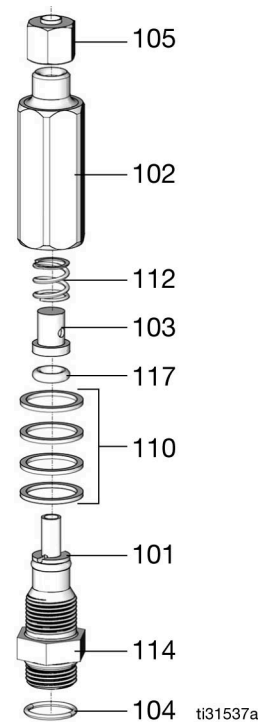

FIG. 43
Los inyectores de grasa sirven para proporcionar una lubricación precisa a cada punto de engrase del sistema. Si un inyector no produce la cantidad correcta de lubricante para una ubicación específica en el vehículo o si no se dispone del inyector de repuesto del tamaño correcto, se pueden instalar arandelas espaciadoras de salida (110) para ajustar el volumen de salida del inyector (FIG. 43, página 56).
- Use una llave de 5/8 pulgadas para aflojar y separar el cuerpo del inyector (102) del conjunto de la válvula (114). Tenga cuidado de no colocar mal o dañar el muelle (112), la tapa de retención (103) y la junta tórica (117) (FIG. 43, página 56).
- Añada espaciadores (110) para aumentar el volumen de salida.
- Quite espaciadores (110) para reducir el volumen de salida.
- Vuelva a montar el conjunto de la válvula del inyector. Asegúrese de que todas las piezas retiradas durante el desmontaje se monten en el orden correcto como se observa en FIG. 43 (página 56). Use una llave de 5/8 pulg. para apretar, aplicando solo la fuerza necesaria para que los espaciadores de salida (110) queden bien asentados. Apriete a un par de 10,8 +/- 2,7 N•m (8 lb-pie +/- 2).
- Monte el inyector (101) en el colector (119/120). Ponga una llave de vaso sobre el inyector y alinee con las secciones planas de la tuerca hexagonal (114) (FIG. 43, página 56). Apriete a un par de 10,8 +/- 2,7 N•m (8 lb-pie +/- 2).